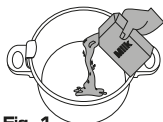

Fig. 1
- 1) Aquando da primeira utilização ferva sob pressão água com um pouco de leite durante 5 minutos para assim evitar que o interior escureça. **Fig.1**